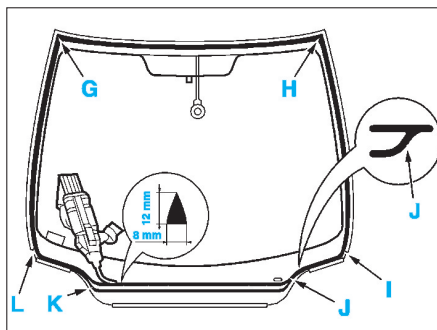

FIG. 126
- Prendre la buse livrée dans l'ensemble de collage et découper l'embout de la buse au \varnothing 8,0 mm sur une hauteur de 12 mm (Fig.126).